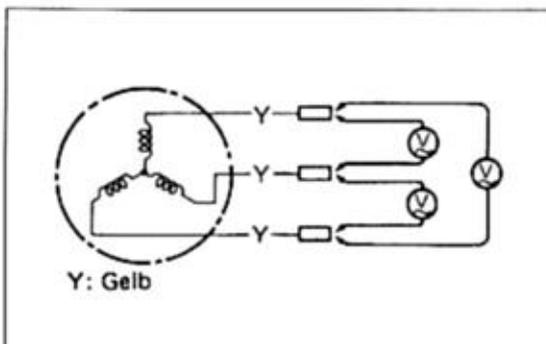

Bild 69
- Voltmeter (Wechselstrom) wie in Bild 69 gezeigt zwischen gelben Kabeln anschliessen, Motor starten und Drehzahl langsam erhöhen.